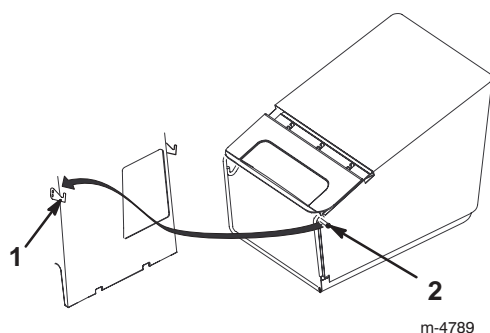

Figura 16
5. Agganciate i perni del raccoglitore sui ganci del piatto di taglio, come illustrato nella Figura 16.
4. Sollevate il raccoglitore e togliete i perni dai ganci del piatto di taglio, come illustrato nella Figura 16.